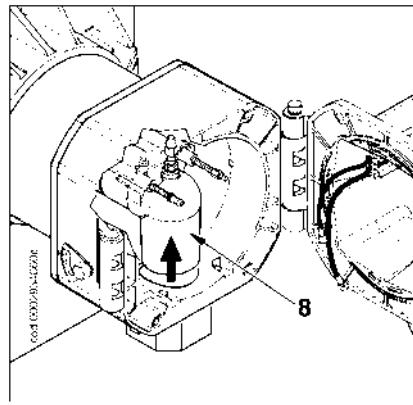

Рисунок 3
Убрав провода розжига и ионизации (3) с терминалов соответствующих электродов, полностью открутите гайку (4) и закрутите винт (5), продвигая его внутрь подводящего газового патрубка (8) на достаточную длину, чтобы обеспечить последующий демонтаж узла смесителя (см. рис. 3).
Слегка приподнимите подводящий газовый патрубок (8) (рисунок 3) и снимите весь узел смесителя в направлении, указанном стрелкой (9) на рисунке 4. Закончив ремонтные операции и проверив положение электродов розжига и ионизации, выполните монтаж головки горения, действуя в обратной демонтажу последовательности (см. табличку на стр. 25).